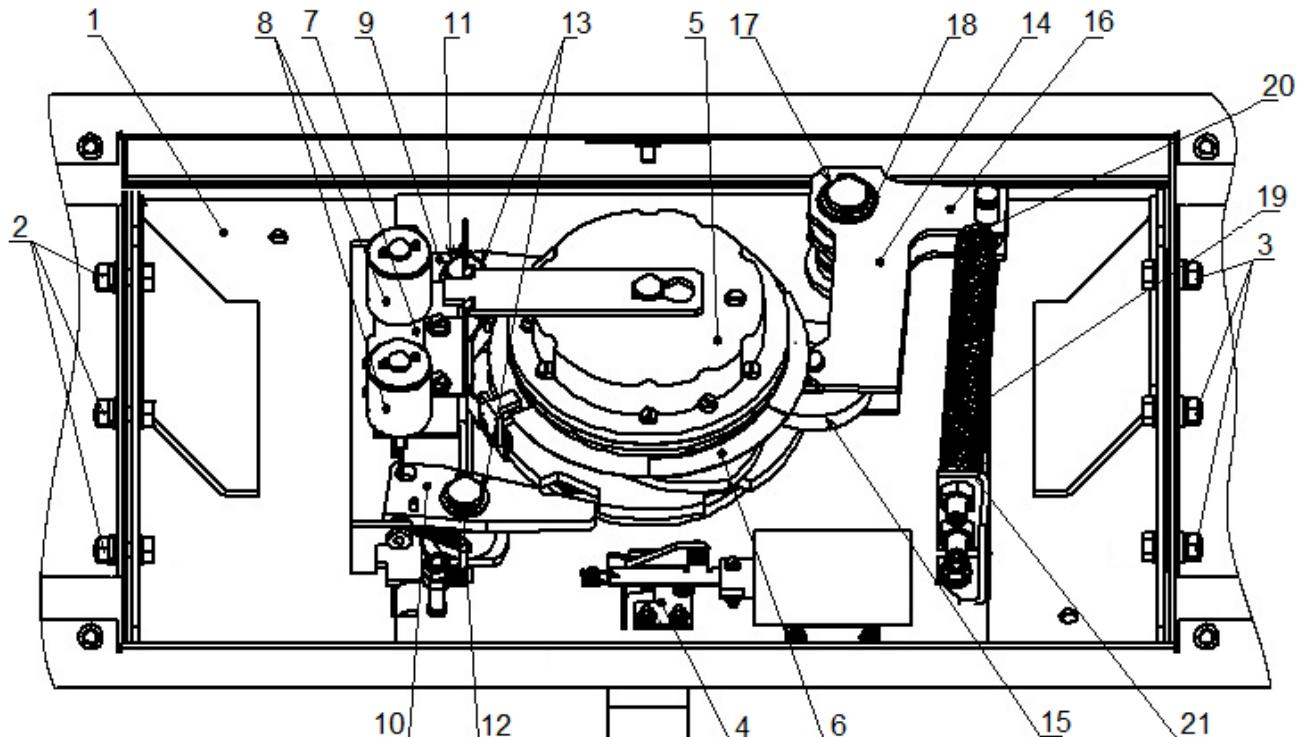

Рисунок 24. Узел вращения преграждающих планок турникета.
4. Снимите основную крышку (2) турникета в порядке, указанном в разд. 6, и положите ее на ровную устойчивую поверхность.
6. Осмотрите узел вращения преграждающих планок турникета (см. рис. 24): устройство поворота (толкателем, пружины и ролик), оптические датчики поворота преграждающих планок и демпфирующее устройство.
7. Удалите чистой ветошью, смоченной спирто-бензиновой смесью, возможное загрязнение с поверхности кольца контрольного (6, рис. 24), находящегося в зазоре оптических датчиков поворота преграждающих планок.
- смазкой **Chain and Rope Lube Spray - WEICON** оси вращения рычага толкателя (17, рис. 24) ролика (15, рис. 24) и стопоров (11, 12, рис. 24);
- смазкой **Chain and Rope Lube Spray - WEICON** детали механизма аварийного открытия прохода (4, рис. 24);
- смазкой **ШРУС-4** точки крепления пружин поворота (20, 21, рис. 24).
12. Проверьте крепление преграждающих планок (5) в шарнирных узлах турникета и, при необходимости, подтяните крепежные винты.
15. Установите на место основную крышку (2) в порядке, обратном снятию, и зафиксируйте ее ключом.